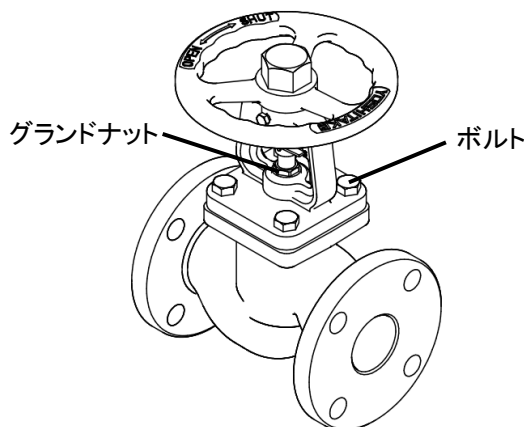

図2
- 高温流体(目安として 200℃以上)で使用する場合は、使用温度まで昇温した状態で、ボルト(図 2 参照)の増締め(ホットボルテイング)を行ってください。増締めの際は、バルブが開いていることを確認し、トルクレンチを使用して対角に締付けを行ってください。締付けは、低いトルクから下表の締付トルクまで段階的に増加させながら均等に行ってください。